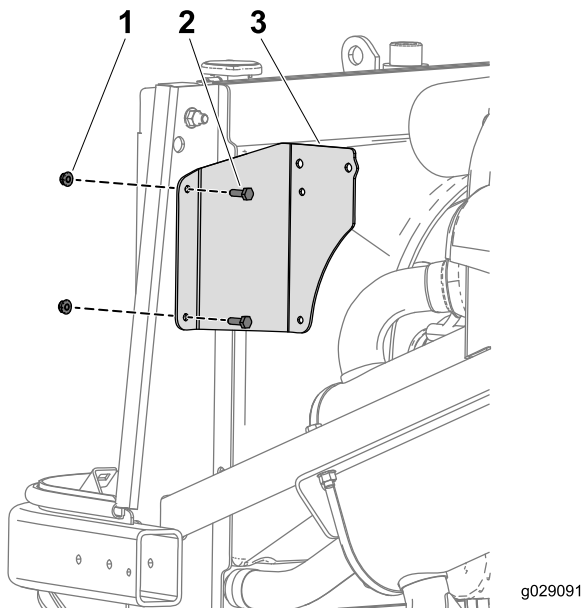

Figure 14
1. Fixez le support au moyen de 2 boulons (1/4" x 3/4") et des écrous retirés précédemment du support du réservoir de trop-plein du radiateur (Figure 14).